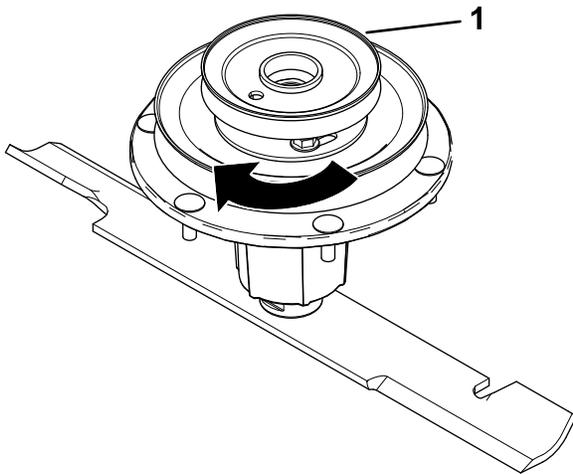

Figure 11
- Tournez la poulie pour la bloquer en position (Figure 11).